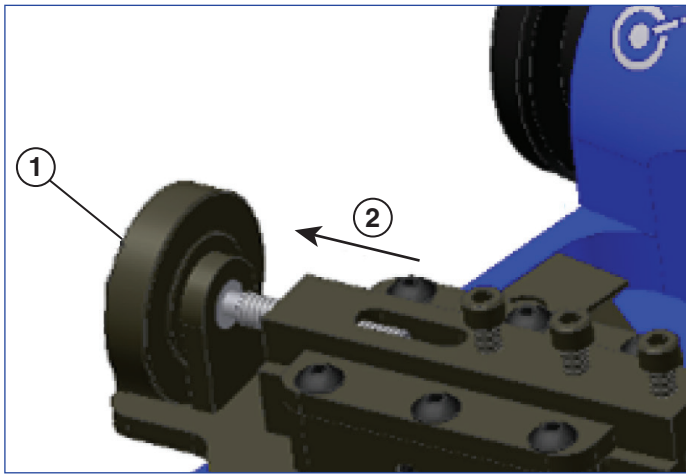

Abb. 9
7. Drehen Sie die Tiefeneinstellschraube, um den Werkzeugblock in der zurückgezogenen Position zu positionieren (siehe Abb. 9).